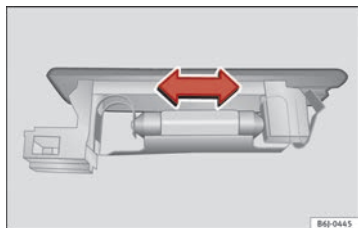

Fig. 201 Luz del maletero.
- Presione la lámpara lateralmente y extráigala del alojamiento ⇒ fig. 201.